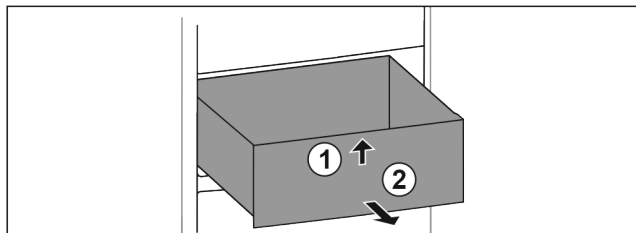

Fig. 166
- ▶ 抬起抽屉前部。 Fig. 166 (1)
- ▶ 朝前取出抽屉。 Fig. 166 (2)